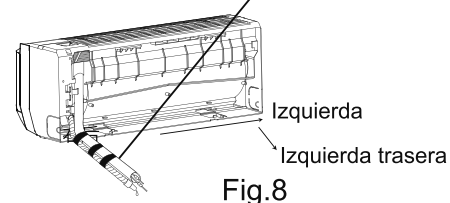

Fig.8
2. Saque la tubería de la carcasa, envuelva la tubería y el cable eléctrico y el tubo de agua con cinta aislante y páselo por el agujero de la(s) pestaña(s) (véase Fig. 8).